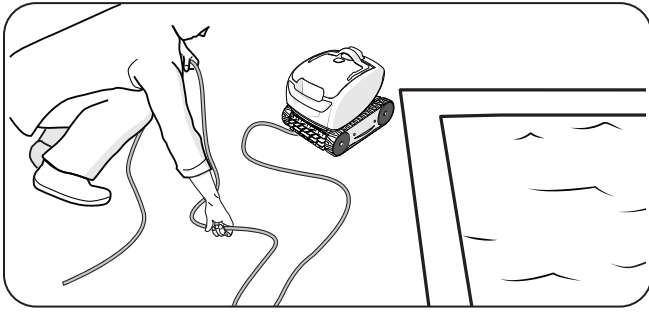

Figura 18. Tender el cable al sol
4. Extraiga el limpiador de la piscina y elimine nudos y torceduras del cable flotante. Comience por el extremo de la cabeza del limpiador. Tienda el cable al sol para que pierda marcas de enredos y torceduras (Figura 18).